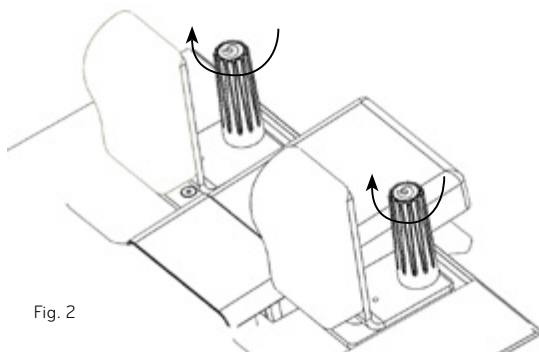

Fig. 2
2. Fissare il poggiaspalle ruotando il perno in senso orario finché non sarà ben stretto (fig. 2). L'eccessivo stringimento di questi perni li renderà difficili da rimuovere. Devono essere stretti, ma non eccessivamente.